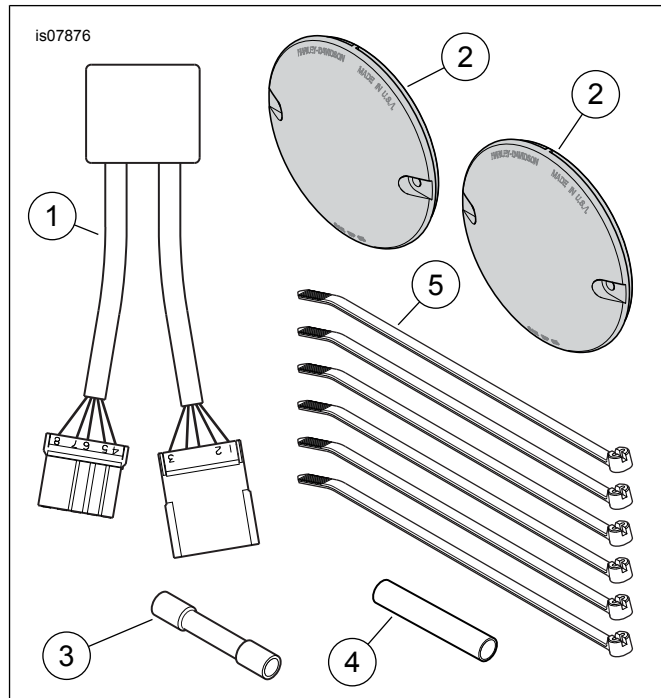

Abbildung 3. Ersatzteile, Zusatzbremsleuchten-/Betriebsleuchten-/Blinker-Wandlersatz
Siehe Abbildung 3 und Tabelle 1.
2. Siehe Abbildung 3. Das Blinkermodul (1) aus dem Satz entnehmen. Die Steckverbinder des Moduls mit den Steckverbindern aus Schritt 1 verbinden. Andrücken, bis sie einrasten.
6. Siehe Abbildung 3. Eine der roten Blinker-Streuscheiben (2) aus dem Satz entnehmen. Die rote Streuscheibe in das hintere Blinkergehäuse einbauen. Mit den Originalschrauben befestigen. Sicher anziehen. Mit der anderen Streuscheibe ebenso verfahren.